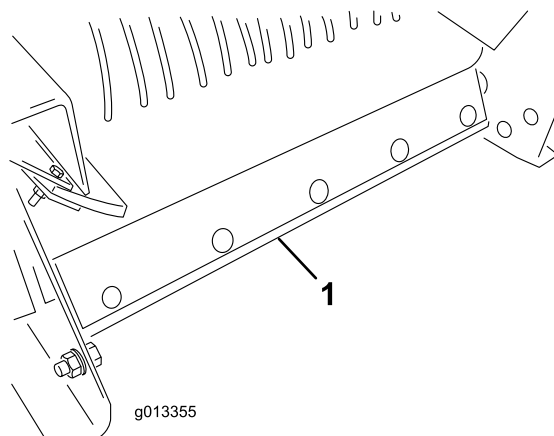

Figura 56
5. Remova o conjunto de escovas de limpeza da correia da traseira da máquina (Figura 56).